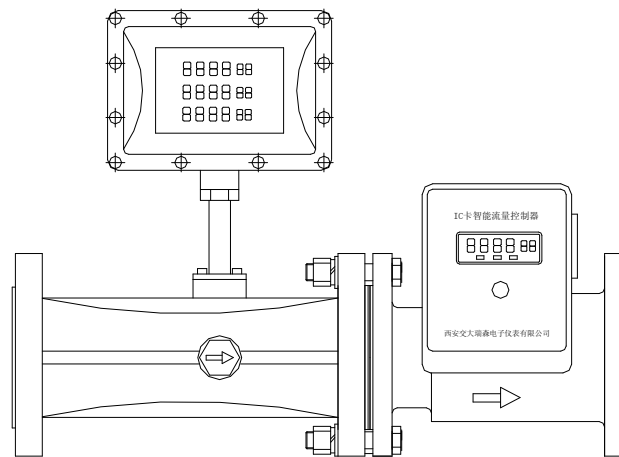

图 6 配接涡轮、腰轮流量计控制器安装示意图
6.1 与涡轮、涡街、腰轮、旋进旋涡流量计连接的控制器应安装在所配接流量计的出气口，见图 6 安装示意图。